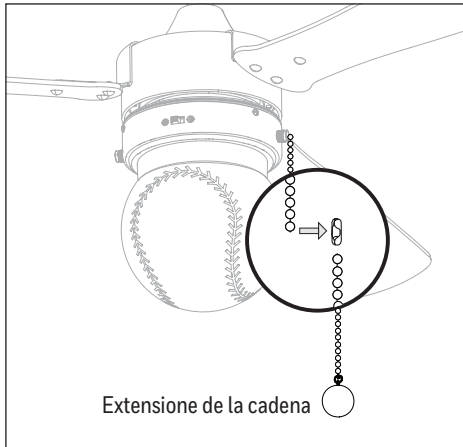

Figura 5.10
10. Sujete las extensiones de la cadena de tiro a las cadenas de tiro. **Nota:** cuando esté enfrente del interruptor de reversa, la cadena de tiro para el ventilador se encuentra a la derecha y la de las luces se encuentra a la izquierda (Figura 5.10).